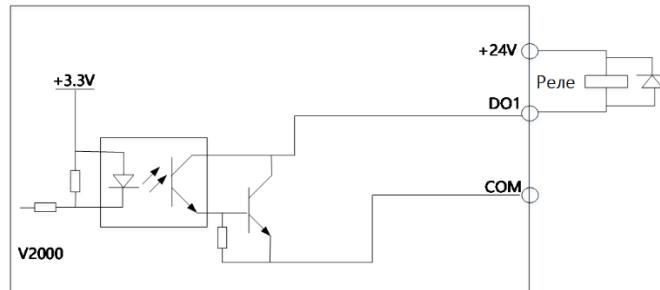

Рис. 3-12 Подключение многофункционального выхода с DC напряжением питания
- Для многофункционального выхода DO1 можно использовать внешний источник питания 24 В, подключение согласно Рис. 3-12.
5. Резисторы R на рис. 3-12 и 3-13 должны быть сняты при использовании реле на 24 В, сопротивление R должно быть выбрано согласно параметрам, предусмотренным для реле «не на 24 В».